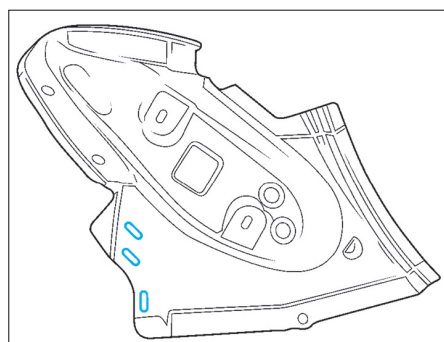

FIG. 111
- Effectuer des trous oblongs de 6 x 20 mm sur la tôle de feu arrière (Fig.111).